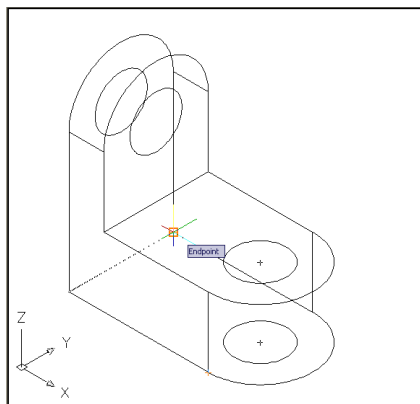

Рис. 11.4
5. Указуємо додатний напрям осі Y (рис. 11.4).